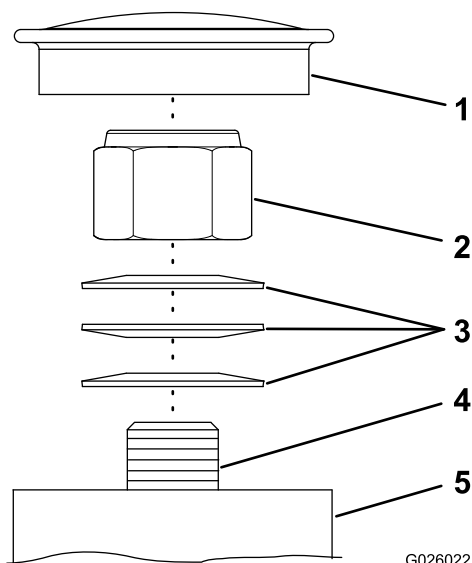

Figure 42
Remarque: Si vous démontez les roulements d'axe des roues pivotantes, veillez à monter les rondelles élastiques comme montré à la Figure 42.
1. Déposez le couvre-moyeu du moyeu de la roue pivotante (Figure 42).
2. Serrez le contre-écrou dans le sens horaire jusqu'à ce que les rondelles élastiques soient aplaties (Figure 42).
3. Tournez alors le contre-écrou de 1/4 de tour dans le sens antihoraire (Figure 42).
4. Reposez le couvre-moyeu (Figure 42).